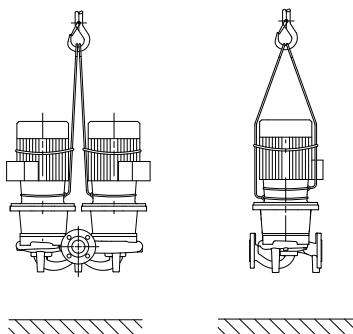

Fig.7: Elevación de la bomba
- En este caso, las argollas de transporte del motor sólo sirven como guía durante la suspensión de la carga (Fig. 7).